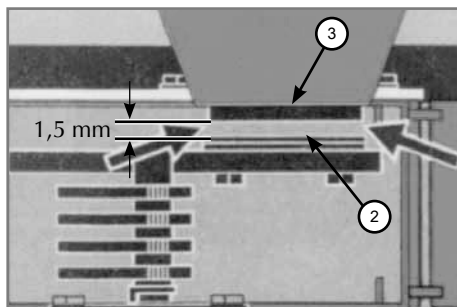

Figura 11
Reapriete periódica, así como el establecimiento de la corte en contra, son indispensables. El ajuste se realiza aflojando la tuerca hexagonal (1) de acuerdo con las figuras 10 y 12, moviendo el contador de corte (3) hasta que las cuchillas (2) pasan a una distancia de aproximadamente 1,5 mm desde el corte contador (3), según Figura 11. El corte contador (3) debe ser reemplazado cuando los signos de desgaste.